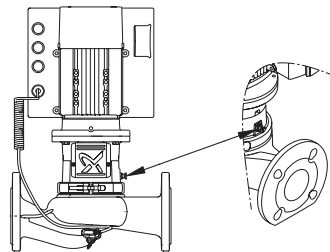

Рис. 28 Положение воздухоотводного винта
1. Перекройте запорный клапан со стороны выпуска насоса и отвинтите воздухоотводный винт в фонаре. См. рис. 28.
2. Открутите воздухоотводный винт. См. рис. 28.
3. При включении насоса выпускайте из него воздух, ослабляя воздухоотводный винт насоса, пока из выпускного отверстия не начнет поступать стабильным потоком рабочая жидкость. См. рис. 28.